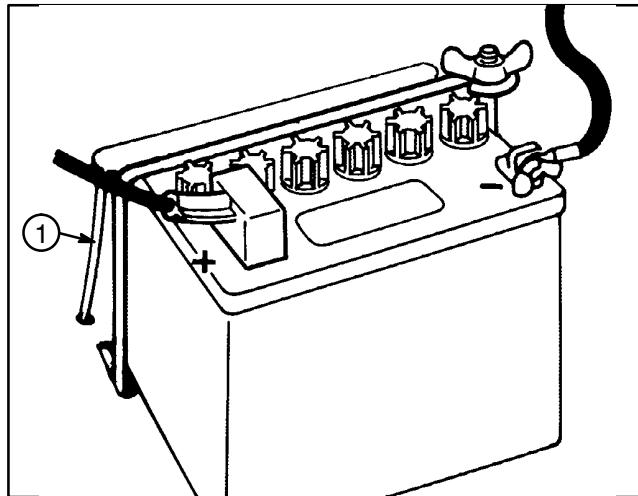

Abbildung 8
9. Die Batterie so einsetzen, daß die Klemmen hinten liegen und sich das Entlüftungsrohr auf der linken Seite der Batterie (durch das Loch im Rahmen) befindet (Abb. 8).
11. Das rote Plus-Kabel (Gummiüberzug am Polende) am (+) Pluspol und das schwarze Minus-Kabel am (–) Minuspol der Batterie anbringen und mit Sechskantschrauben und Flügelmuttern absichern. Den Gummiüberzug zum Vorbeugen gegen mögliche Kurzschlüsse über den Pluspol ziehen (Abb. 8).